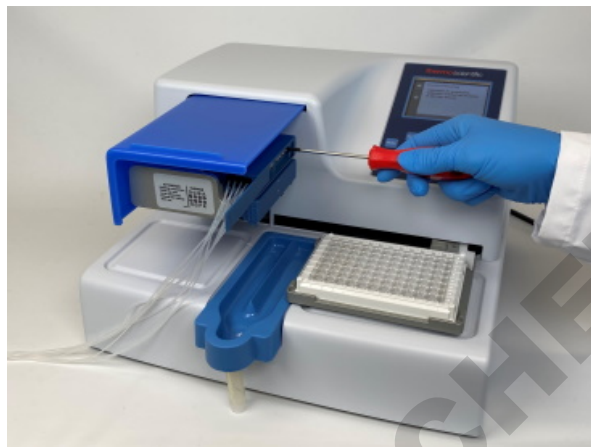

Figure 6–59. Cache de vis d'étalonnage ouvert
6. Ouvrez le cache des vis d'étalonnage (Figure 6–60) sur la partie supérieure de la cassette.
12. Pesez la microbande remplie (Figure 6–60). La balance devrait indiquer maintenant 100 mg ± 5 mg (cassette à petit tube)/1000 mg ± 20 mg (cassette à tube standard).